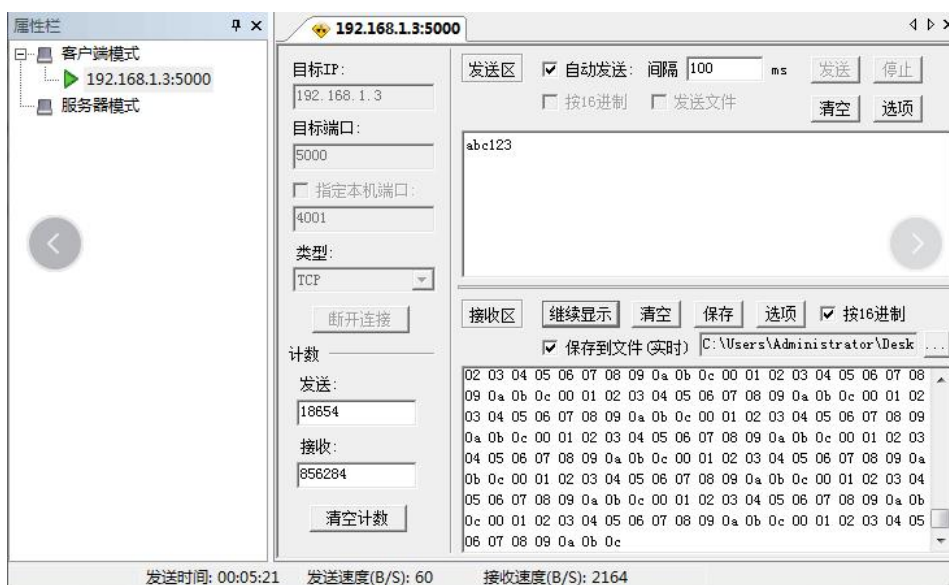

图4.69 监测接收的数据
6) 在TCP&UDP测试工具接收区可看到控制器发来的数据“00 01 02 03 04 05 06 07 08 09 0a 0b 0c”,发送区域输入“abc123”,发送间隔为100ms,选择自动发送,在控制器程序中可监测到接收的数据,结果如图4.69所示。
由图4.69可知,当控制器程序设定服务器模式连接时,TCP/IP还未真正连接上,在PC端设定客户端连接后,整个TCP/IP才连接成功,并且在TCP&UDP测试工具中可以观察到